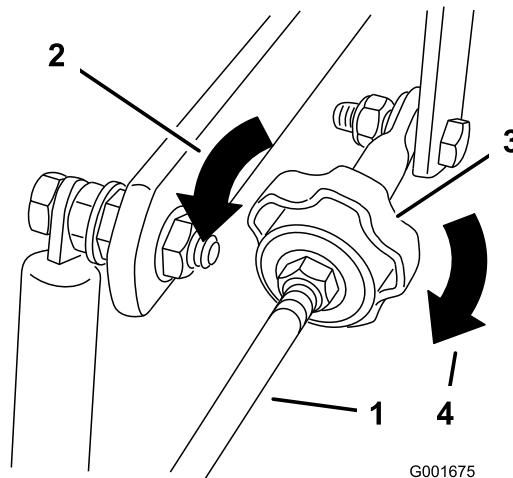

Figure 45
4. Pour que la machine tire à droite, tournez le bouton vers la droite de la machine (voir Figure 45).
5. Pour que la machine tire à gauche, tournez le bouton vers la gauche de la machine (voir Figure 45).